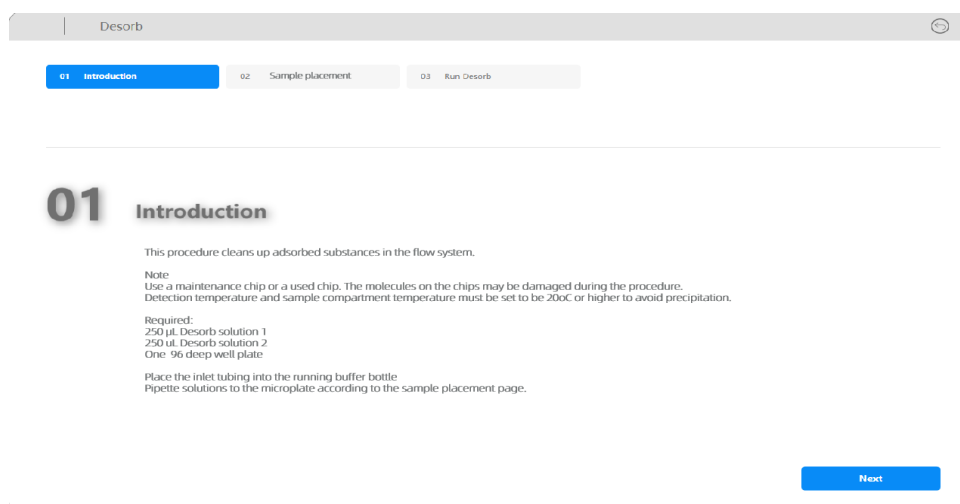

图 1 Polariton SPR Workstation 软件 Desorb 程序主界面
- b. 按照以下步骤打开 Desorb 程序：Polariton SPR Workstation $\rightarrow$ System $\rightarrow$ Maintenance $\rightarrow$ Desorb，如图 1；